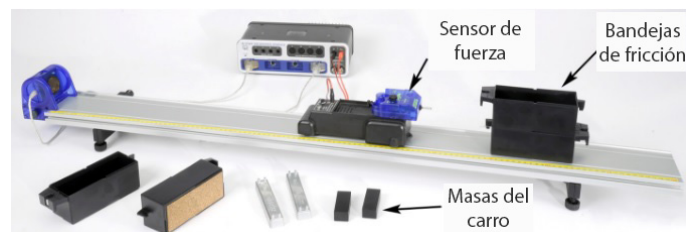

Figura 14.1: Material.
El carro motorizado (ver Figura 14.1) se utilizará para tirar de las bandejas de manera controlada a lo largo de la pista, ya que el sensor de fuerza mide directamente la fuerza de fricción.
1. Instalar la pista como se muestra en la Figura 14.1 y usar las patas ajustables para nivelar la pista.